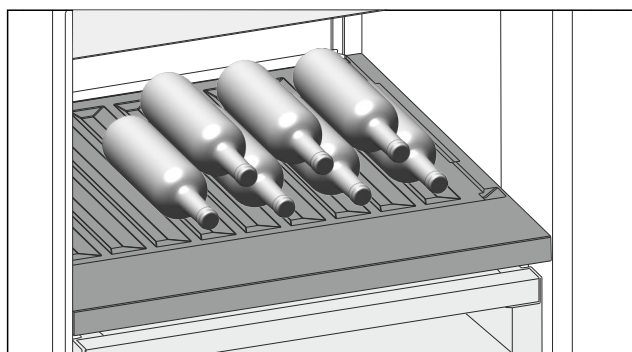

Fig. 143
- Fľaše vkladajte dnom dozadu k zadnej stene. (pozri Fig. 143)